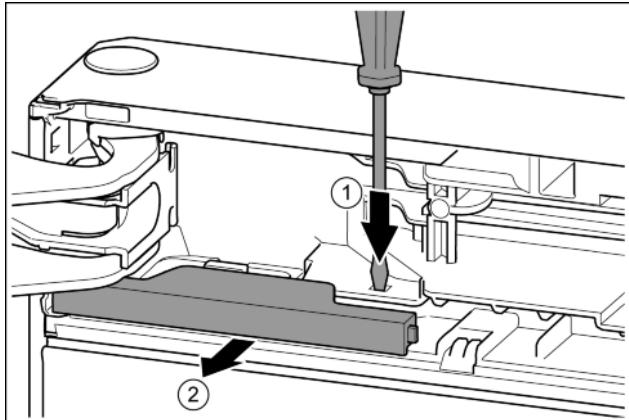

Fig. 13
- Нажать накладку шлицевой отверткой. Fig. 13 (1)
► Вынуть крышку из зацепления. Fig. 13 (2)